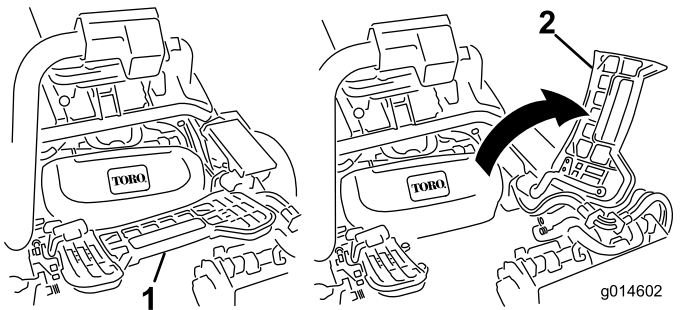

Figure 50
1. Levante el reposapiés y gírelo hacia arriba, para tener acceso a la posición de la unidad de corte central (Figure 50).